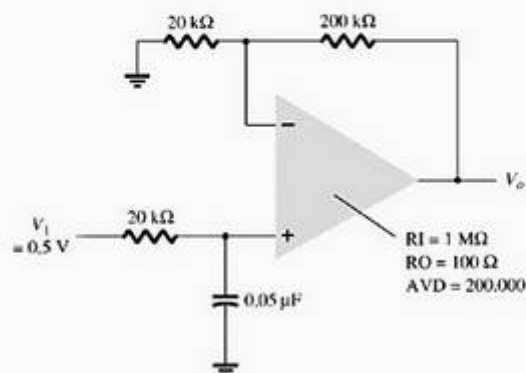

Figura 14.62 Problema 20.
- * 20. Utilize o EWB para traçar a resposta do circuito do filtro passa-baixas da Figura 14.62.